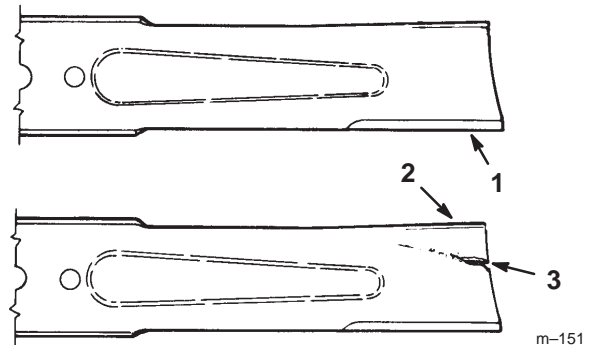

Figure 24
1. Inspectez les tranchants des lames (Fig. 24). Si elles ne sont pas tranchantes ou si elles présentent des indentations, déposez et aiguisiez les lames (voir Aiguisage des lames, page 28).
2. Inspectez les lames, surtout la partie incurvée (Fig. 24). Remplacez immédiatement toute lame endommagée, usée ou qui présente une entaille (repère 3 de la Fig. 24).